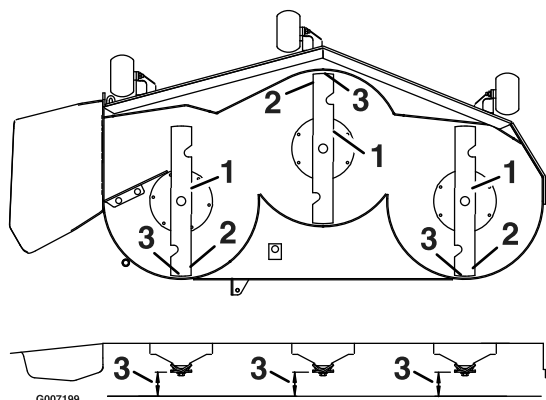

Bild 71
3. Drehen Sie die Messer vorsichtig, sodass sie in Längsrichtung zeigen (**Bild 71**).
4. Messen Sie zwischen der Messerspitze vorne und hinten und der ebenen Fläche (**Bild 71**). Wenn die vordere Messerspitze nicht 1,6 mm bis 7,9 mm niedriger als die hintere Messerspitze ist, machen Sie mit den Schritten zum Nivellieren des Mähwerks weiter.